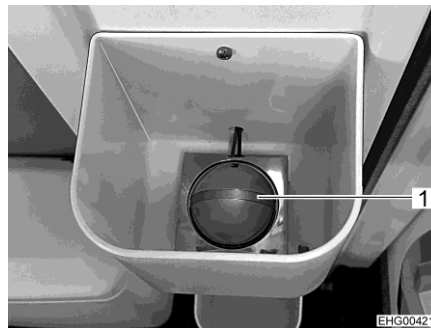
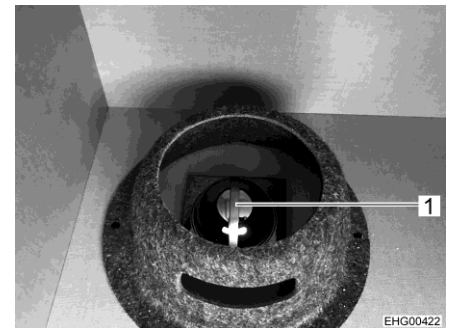

Fig. 85 Station d'accueil active sur la porte cellule
Fig. 86 Station d'accueil active sur l'étagère au-dessus de la cabine de conduite
Les stations d'accueil actives peuvent se trouver en différents endroits du véhicule, par exemple sur l'étagère de la porte cellule (Fig. 85,1), sur celle au-dessus de la cabine de conduite (Fig. 86,1) ou dans la penderie.
- Rétracter la lampe (Fig. 87), puis l'insérer dans la station d'accueil active (par exemple Fig. 85,1 ou Fig. 86,1).